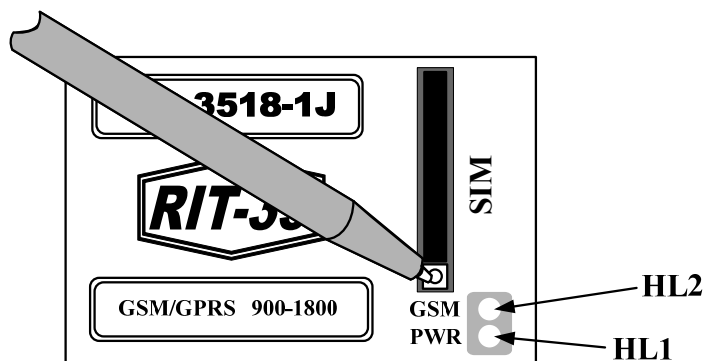

Рисунок 1 – Изъятие держателя SIM карты с помощью авторучки
- Установить SIM карту в модем (**Рисунок 1 и 2**).